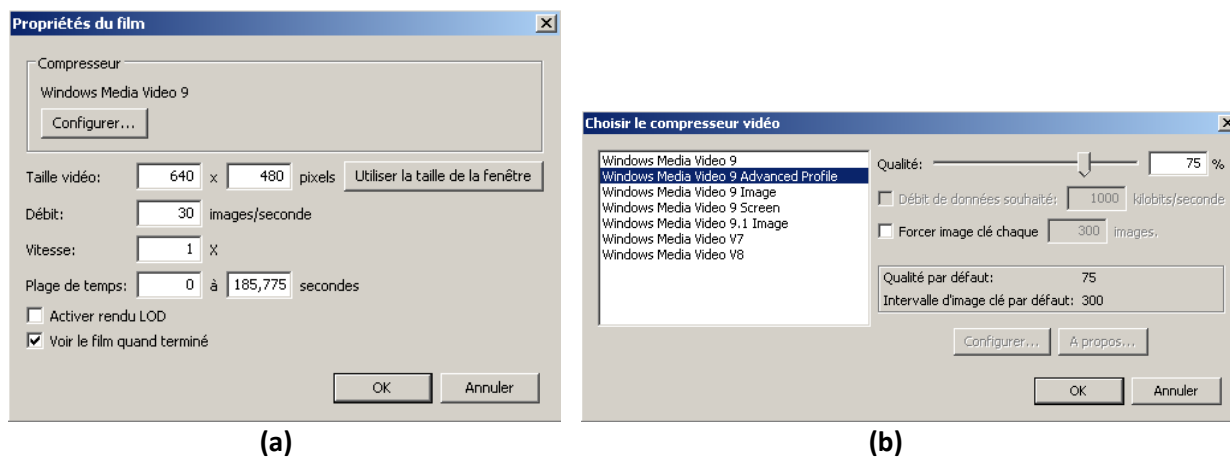

Figure 12.6 : les dialogues des options du film
3. Un dialogue affichera quelques options de création de film, comme illustré à la figure 12.6 (a). Voici les options proposées :
choisir et de configurer le codec. Si vous cliquez sur **Configurer...** un autre dialogue apparaîtra, comme illustré à la figure 12.6 (b). Dans ce dialogue, vous trouverez la liste des codecs actuellement installés sur l'ordinateur. Quelques codecs permettent de déterminer certaines propriétés, comme la **Qualité**, le **Débit de données** et l'**Image clé**. Ces propriétés contrôlent respectivement la qualité du film obtenu, la taille du fichier et la recherche de performance (la capacité à faire des sauts dans le lecteur vidéo). Certains codecs ne proposent cependant pas ces propriétés à travers ce dialogue. Pour configurer ces codecs, vous devez appuyer sur le second bouton **Configurer...** si celui-ci est désactivé.
Pour créer un film en temps réel, cliquez sur le bouton enregistrer (●). Un navigateur de fichiers vous demandera d'indiquer le nom de fichier du film. Le seul format possible pour les films en temps réel est le WMV. Une fois le nom de fichier choisi, le dialogue de configuration du codec s'affichera, comme illustré à la figure 12.6 (b). Si vous appuyez sur **OK** dans ce dialogue, l'enregistrement du film débutera. À partir de là, tout ce que l'utilisateur voit sera enregistré dans le film. L'utilisateur peut désormais modifier l'angle de la caméra, lancer ou arrêter la lecture, sélectionner des occupants, changer les réglages de la vue, etc. et tout sera enregistré dans le film. Vous pouvez mettre en pause ou arrêter le film à tout moment. Si vous mettez le film en pause, l'enregistrement s'arrêtera mais le fichier restera ouvert pour pouvoir reprendre l'enregistrement dans ce même fichier. L'utilisateur peut ainsi réaliser une action qu'il ne veut pas voir sur le film. Pour mettre en pause l'enregistrement, cliquez sur le bouton pause (⏸). Pour reprendre l'enregistrement, cliquez sur le bouton reprendre la lecture (▶). Arrêter le film mettra fin à l'enregistrement et empêchera tout enregistrement ultérieur sur le fichier. Pour arrêter l'enregistrement, cliquez sur le bouton arrêter le film (■).